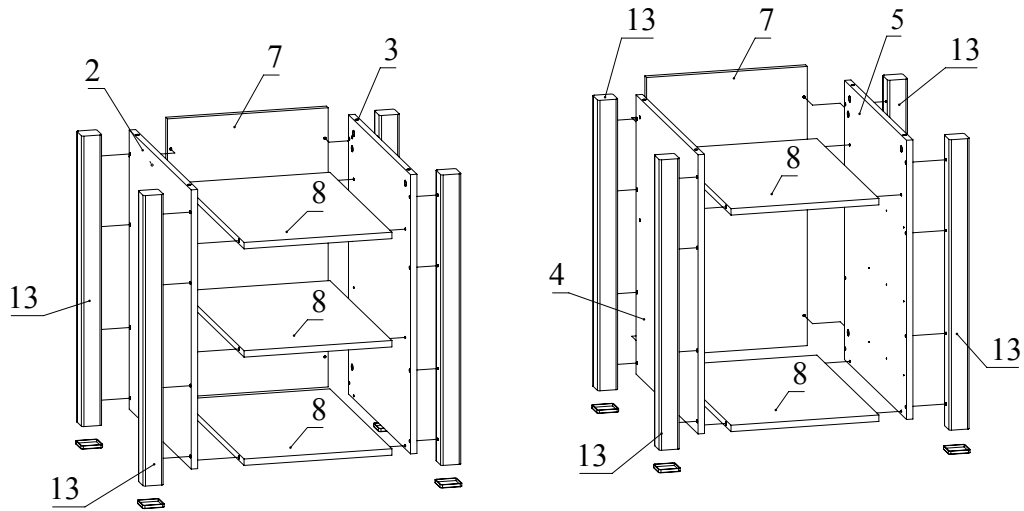

Рис.6
4. Установите накладки для профиль-ножек на детали 13. С помощью конфирматов скрепите детали 2, 3, 4, 5 с деталями 13. Установите детали 8 между деталями 2, 3 и 4, 5 и зафиксируйте, повернув конфирматным ключом головки минификсов по часовой стрелке до упора. Установите детали 7 на детали 2, 3 и 4, 5 и зафиксируйте, повернув конфирматным ключом головки минификсов по часовой стрелке до упора (Рис. 6).